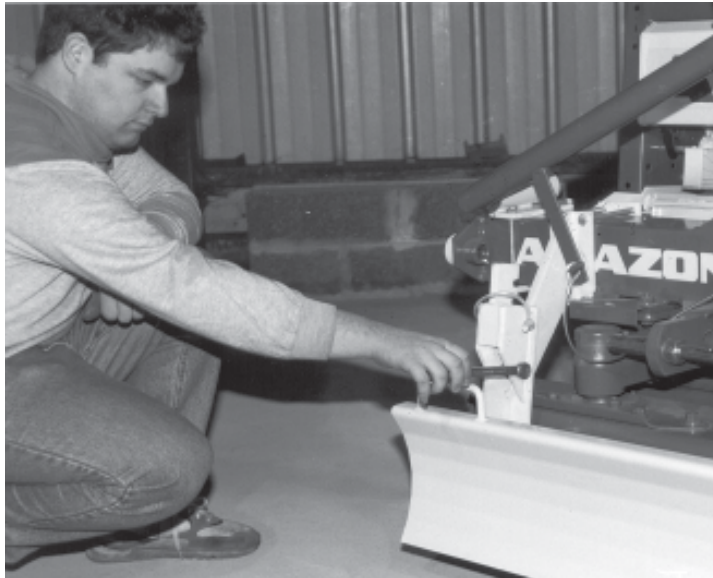

fig. 29
- desserrer les vis de blocage sur chaque support (fig. 29),